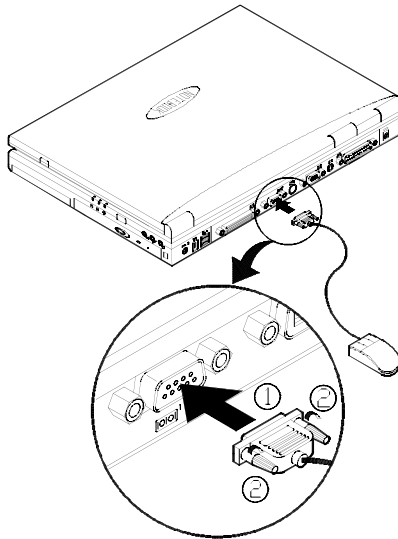

Bild 2-23
3. Ziehen Sie die Schrauben fest, die das Kabel an der parallele Schnittstelle befestigen (Bild 2-23).